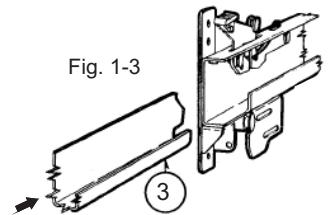
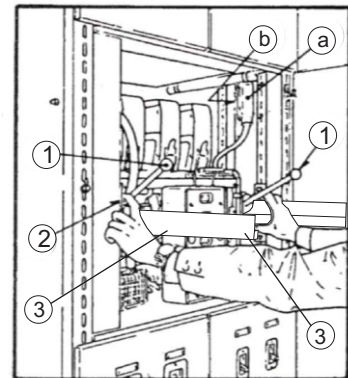

Fig. 1-3
Fig. 1-4
- 4) Premere i pulsanti (2) fig. 1-4
- 5) Al termine dell'operazione di sezionamento i pulsanti (2) debbono tornare nella posizione iniziale.
- 6) Inserire le guide asportabili (3) nelle guide fisse e assicurarsi che siano ben alloggiata nella guida di scorrimento effettuando a tale scopo una pressione verso il basso sulle estremità libere. fig. 1-3
- Premere i pulsanti (2) verso il basso (fig. 1-4) .
- 4) Press the buttons (2) fig. 1.4.
- 5) After the draw-out operation, the buttons (2) must return to their initial positions.
- 6) Fit the removable guides (3) into the fixed guides and make sure that they are securely housed in the sliding guide by pressing down on the free ends (fig. 1-3).
- Press the buttons (2) downwards (fig. 1-4).
- 4) Die Tasten (2) Abb. 1-4 drücken.
- 5) Am Ende des Trennvorgangs müssen die Tasten (2) in ihre ursprüngliche Position zurückkehren.
- 6) Die abnehmbaren Führungen (3) in die festen Führungen stecken und sicherstellen, dass sie gut in die Gleitführung einrasten, indem man zu diesem Zweck einen Druck nach unten auf die freien Enden ausübt (Abb. 1-3).
- Die Tasten (2) nach unten drücken (Abb. 1-4).
- 4) Appuyer sur les boutons-poussoirs (2) fig. 1-4
- 5) A la fin de l'opération de sectionnement les boutons-poussoirs (2) doivent revenir dans la position initiale.
- 6) Monter les glissières démontables (3) dans les glissières fixes et vérifier qu'elles sont logées correctement dans la glissière de coulissement en exerçant, dans ce but, une pression vers le bas sur les extrémités libres. fig. 1-3
- Appuyer sur les boutons-poussoirs (2) vers le bas (fig. 1-4).
- 4) Pulsar los pulsadores (2) fig. 1-4
- 5) Al finalizar la operación de seccionamiento, los pulsadores (2) deben volver a la posición inicial.
- 6) Introducir las guías removibles (3) en las guías fijas y cerciorarse que estén bien alojadas en la guía de deslizamiento efectuando para ello una presión hacia abajo en las extremidades libres fig. 1-3
- Pulsar los pulsadores (2) hacia abajo (fig. 1-4).